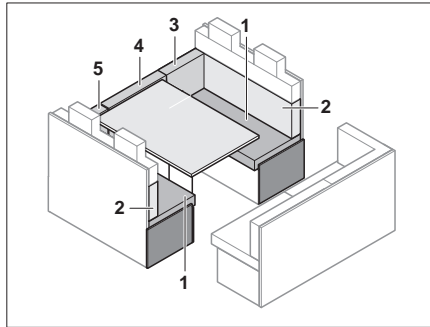

Fig. 151 Avant la transformation
- Enlever les coussins de dossier (Fig. 151,3,4 et 5) et les placer de côté.